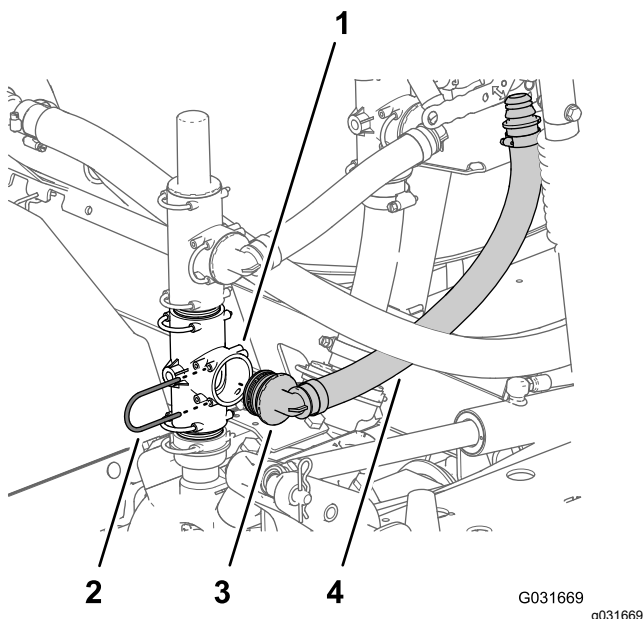

図 225
1. 給液ホースアセンブリToro P/N 131-9648の90°フィッティングを、液剤ポンプのT字フィッティングの空いているポートに整列させて90°フィッティングをT字フィッティングの奥まで完全に入れる 図 225。
2. 90° フィッティングをポンプのT字フィッティングに固定する 図 225 ステップ1 圧力解放バルブの位置を変更する (ページ 92) で外したリテーナを使用する。